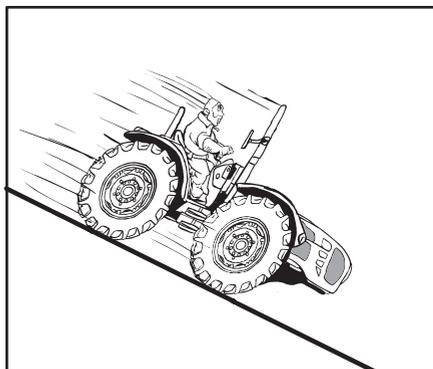

Fig. 2.22
- Inserite una marcia lenta prima di iniziare una discesa od una salita (Fig.2.22).